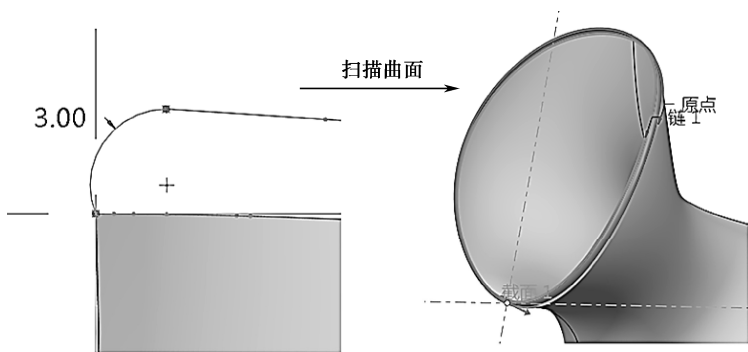

图 7-63 曲面“扫描 1”
(3) 鼠标单击【模型】→【形状】模块的  →  → ，按住 Ctrl，选择合并 1 的瓶口轮廓线和偏移 2 曲线，分别作为原点轨迹和链 1 轨迹。单击  草绘截面按钮进入草绘环境，绘制如图 7-63 所示的曲面，单击  按钮，完成扫描曲面“扫描 1”。